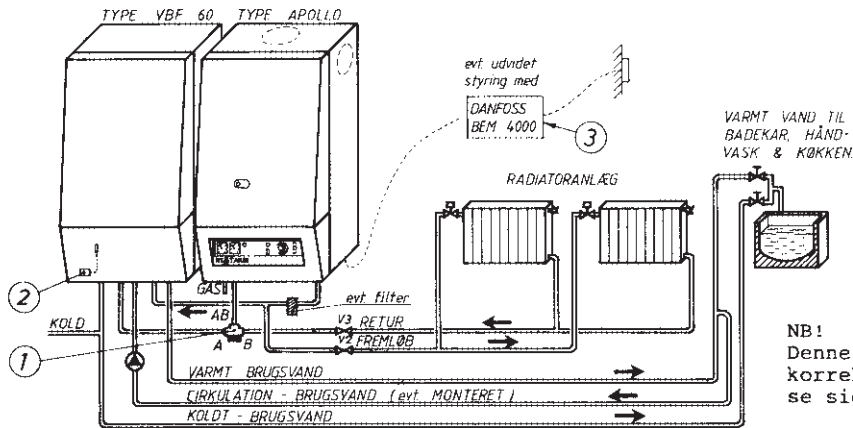

Fig. 8,1
A. Fig. 8,1 viser den bedste installation af kedel og varmtvandsbeholder med varmtvandsprioritering med varmtvandstermostat og 3-vejs zoneventil.
D. Der er vist monteret en Danfoss BEM 4000 på fig. 8,1. Danfoss BEM 4000 er en kedeløkonomizer der giver lavere kedeltemperatur, færre starter og reduktion af gasforbruget. Danfoss BEM 4000 er et ekstraudstyr der kan købes fra HS TARM forberedt med ledninger klar til hurtig og nem montage på Apollo 50 V(E) MK II.